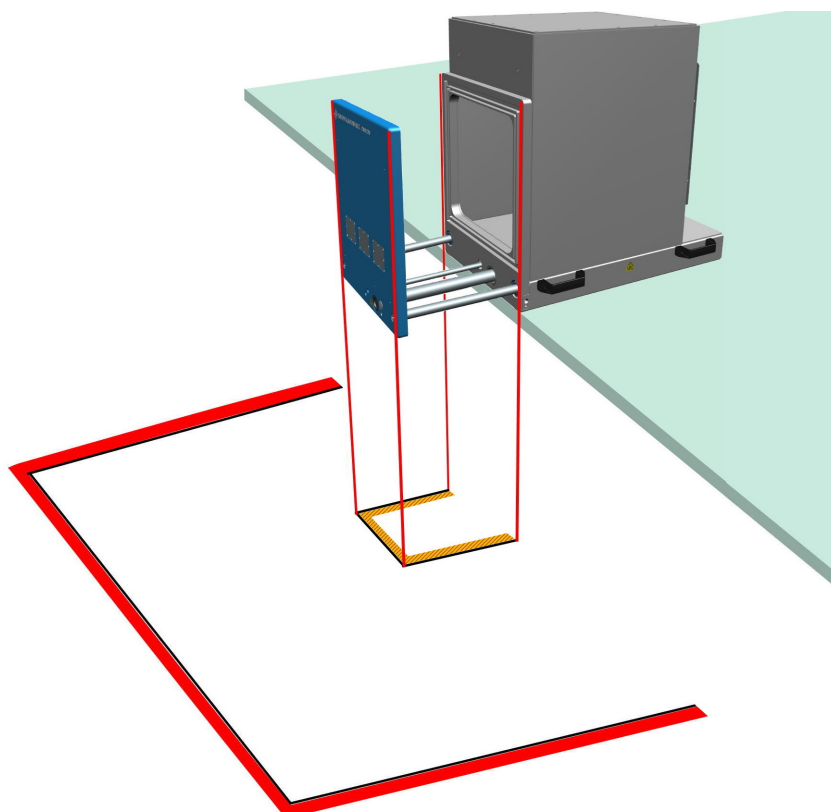

図 6-7: 地面に印が付けられたアクセス制限ゾーン
5. チャンバーの開いているドアの下の地面にドアゾーンの印を付けます (図 6-7 を参照)。
8. 地面のドアゾーンの外側 1 m の距離に、作業ゾーンの印を付けます。図 6-7 を参照してください。